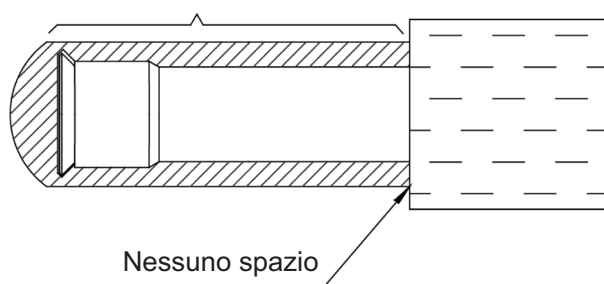
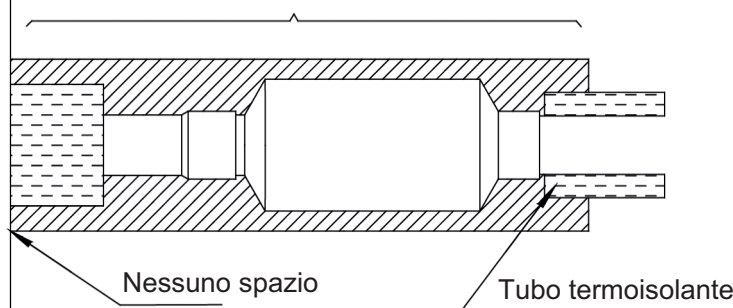

Fig. 4.2.14
Fig. 4.2.15
- 4) I giunti delle Unità Interna ed Esterna devono essere avvolti con materiale isolante e non devono essere lasciati spazi vuoti sulle superfici delle Unità Interna ed Esterna. Fare riferimento alle Fig. 4.2.13, Fig. 4.2.14 e Fig. 4.2.15.
- ❶ È necessario avvolgere questa parte con materiale isolante termico
- ❷ Tubo termoisolante
- ❸ Non lasciare spazi vuoti